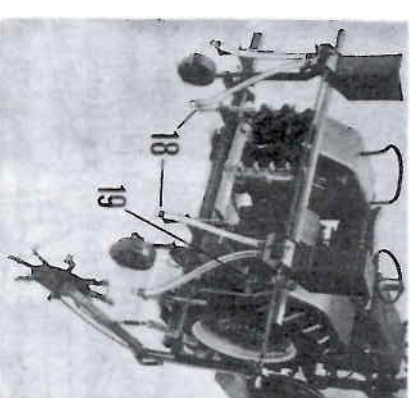

Abb. 122
Wie vorstehend, jedoch ohne Düngeschare, dafür mit Schlauchhaltern ausgerüstet, welche an der Universal-schiene angeschraubt werden (Abb. 122). So kann der Dünger im freien Fall an die Pflanzenreihen (z. B. Mais, Rüben) in beliebiger Entfernung unter die Blätter auf den Boden ausgestreut werden. Die Schlauchhalter (18) können stufenlos den vorhandenen Reihenabständen angepaßt werden. Der Reihendüngerstreuer kann auch in Kombination mit Hackmaschinen oder sonstigen Pflegegeräten eingesetzt werden. Bei der Kombination mit der Maishackmaschine muß das Streu-Aggregat einschließlich Antrieb eine Stufe tiefer gesetzt werden (19) - Abb. 122 - weil die Universal-schiene durch die Mais-Korrekturstück höher liegt. (Siehe auch Seite 44.)